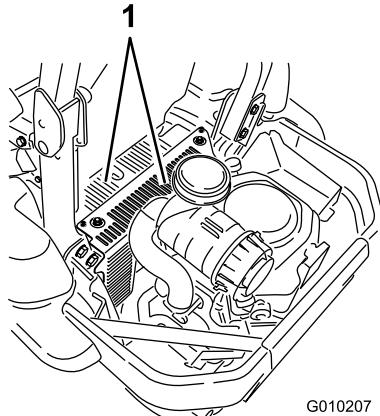

Figura 66
5. Limpie cualquier residuo o hierba de las cubiertas de las unidades hidráulicas (Figura 66).